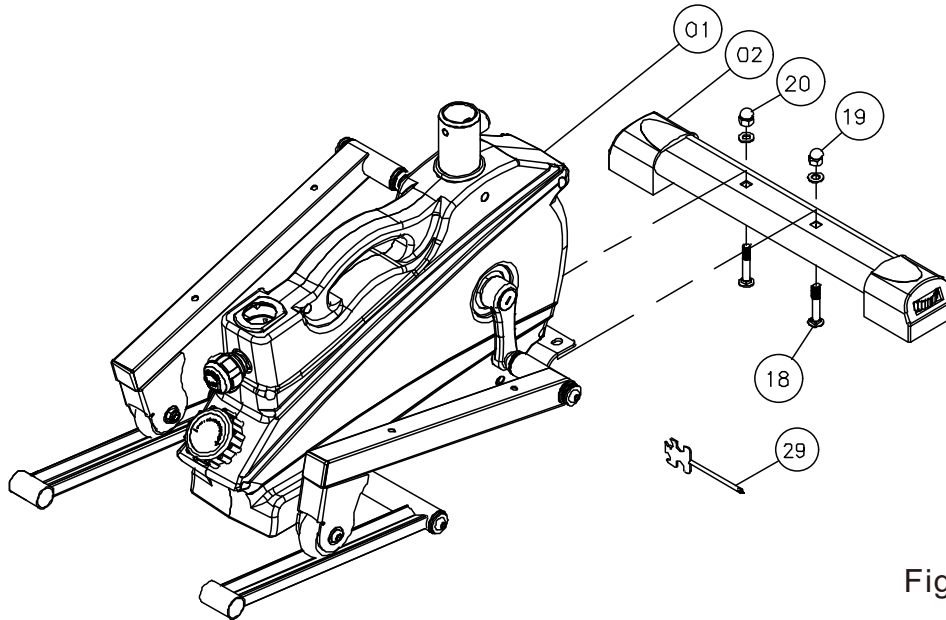

Figura 1
1. Fije el conjunto del bastidor principal (No. 01) y el grupo del tubo de pie (No. 02) utilizando 2 tornillos de carro No. 18, 2 arandelas planas No. 19 y 2 topes de bloque alto No. 20. Como se muestra en la Figura 1: